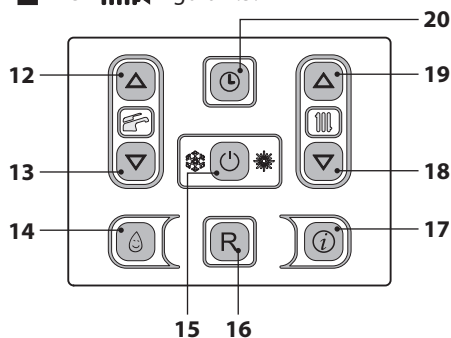

Figura 2.5
Entrare in "modalità programmazione" tenendo premuto per 5 secondi il tasto 20 (Figura 2.5) fino a far apparire sul display il simbolo ⌚.
Agendo sui tasti 18 (diminuzione) e 19 (aumento) Figura 2.5 è possibile impostare i valori di ora, giorno e data, agendo sui tasti 12 e 13 è possibile passare da un parametro all'altro. Premendo brevemente il tasto 20 verranno memorizzati i valori impostati e nel display comparirà la scritta **OK** di conferma (Figura 2.3).
- Tenere premuto per 2 secondi il tasto 15 fino a far apparire sul display entrambe i simboli  e , Figura 2.5.